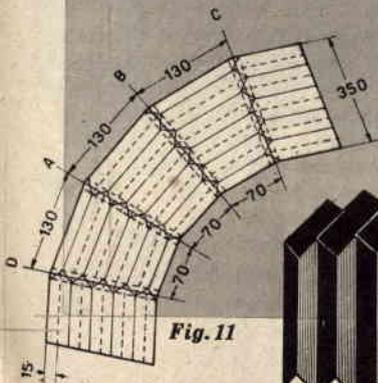

**Fig. 10**
**Fig. 10** - Il soffietto a forma di parallelepipedo è il più semplice da costruire. È sufficiente munirsi di cartoncino, tagliarlo secondo i dati e il disegno rappresentato in figura e incollare tra loro i lembi.
Se si vuole realizzare un soffietto a forma di parallelepipedo (fig. 10) si abbia cura di aumentare di almeno 5 cm. la lunghezza totale, perché una volta pieghettato, il foglio di carta risulterà più corto. Anche l'altezza totale dovrà aumentare, e precisamente di 1 cm. per tre facce e di 2 cm. per la quarta faccia, la quale risulta nello sviluppo tagliata a metà e dovrà essere incollata per un tratto di 1 cm. In fig. 10 sono riportate delle misure come esempio.